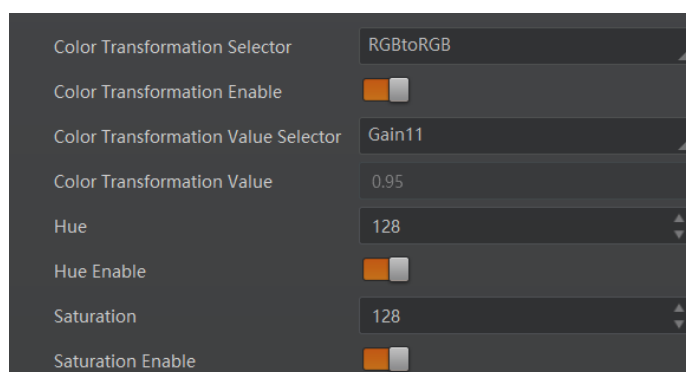

图11-8 设置方法二
- 开启 *Color Transformation Enable* 参数时，通过色调和饱和度参数控制 *Transformation Value* 参数值，如图11-8所示。